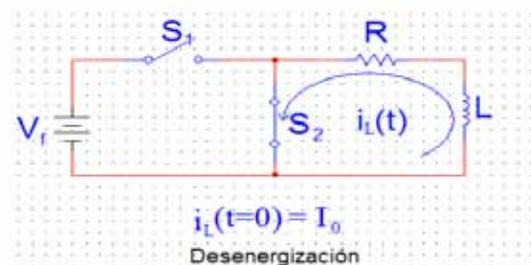

Figura 9.2. Proceso desenergización
- b) En el proceso de desenergización (figura 9.2).